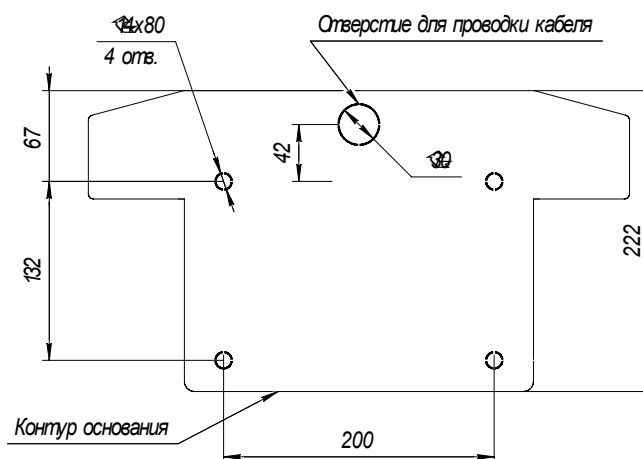

Рис. 4.
2) Подготовить в полу 4 отверстия под крепежные элементы (см. Рис. 4) и паз для прокладки кабелей.